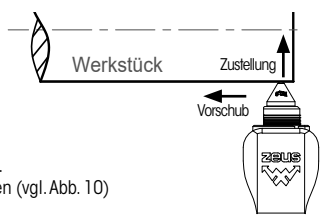

Abbildung 11: Anfahren an das Werkstück
Nachdem die Vorarbeiten durchgeführt wurden kann mit dem Werkzeug an das Werkstück angefahren und angekratzt werden (vgl. Abb. 11). Hier darf die Zustellung nur wenige Hundertstel betragen. Anschließend kann mit der dem Aufbringen der Federkraft fortgefahren werden.
- Die Zustellung muss auf dem Bauteil erfolgen! (vgl. Abb. 11)
- Skalierung: 50N (LD) / 200N (KD) pro Teilstrich